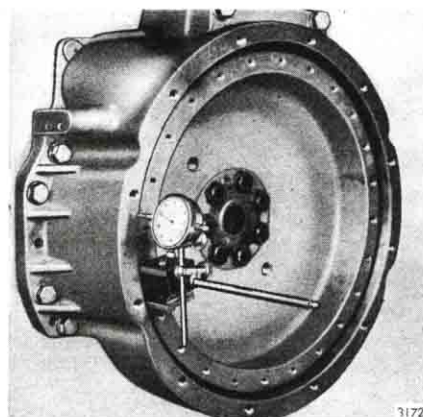

Fig 23. Kontroll av svänghjulsåpans axialkast.
- 19-24. Svänghjulsåpans radialkast får inte överstiga 0,15 mm och axialkastet får inte överstiga 0,20 mm, se fig 23 och 24.